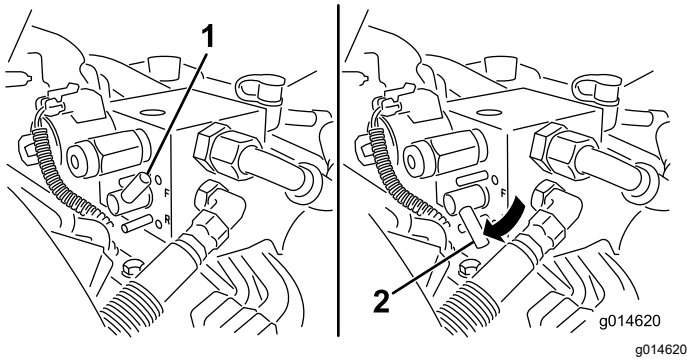

Figura 56
5. Tournez le levier de rodage à la position de rotation ARRIÈRE (R) (Figura 56).